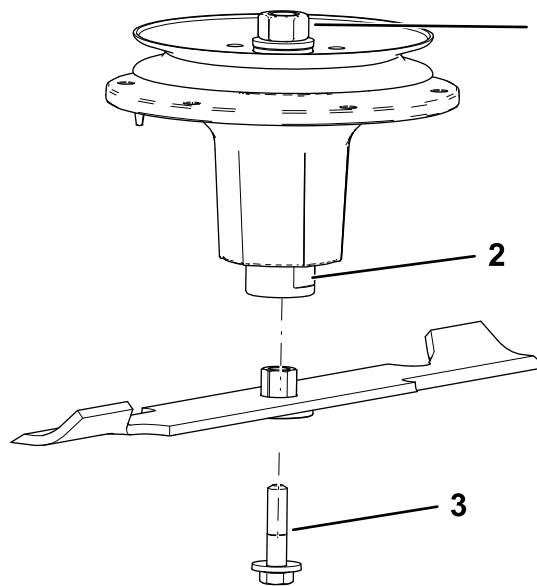

Bild 81
- Montieren Sie die Buchsen-/Messerbaugruppe auf der Spindelwelle (Bild 81).